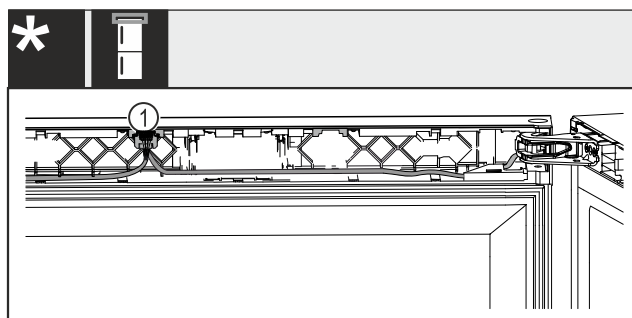

Fig. 64 Kombinovaná chladnička na víno s mrazničkou*
- ▶ Zástrčku Fig. 64 (1) zaklapněte do vedení.*